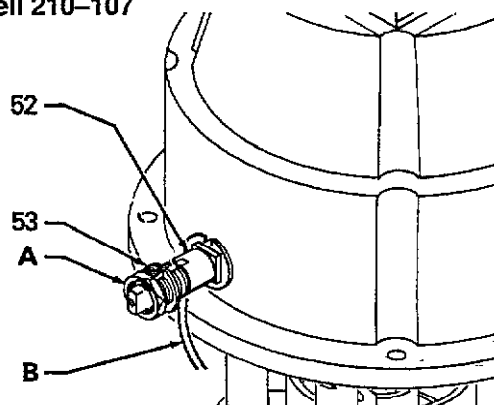

FIG 1
OBS! Referensnummer i texten hänvisar till fig 1 och reservdelritningen på sidan 6, 8 och 10.
På Modell 210-107 är jordskruven (52) och brickan (53) placerad på motorbasen som visas i fig 1. På Modell 217-338 är jordskruven (61) och brickan (62) placerade på stagplattan. Se tillbehören på sid 11 efter jordledning och klammer.
Lossa låsmuttern (A) från jordskruven och brickan. Stick in ena änden av jordledningen (B) i spåret på jordskruven och drag fast låsmuttern. Se fig 1. Anslut den andra änden av jordledningen till en ordentlig jord enligt de lokala bestämmelserna.